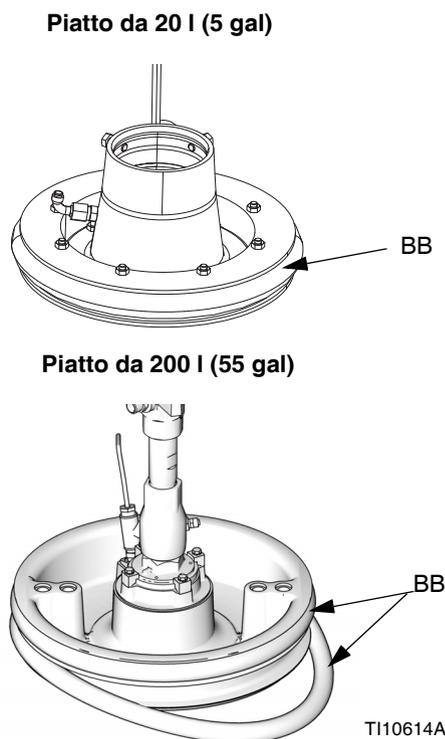

FIG. 42
1. Utilizzando uno strumento in legno o plastica per evitare danni al pulitore (BB), pulire tutto il materiale dalle scanalature della guarnizione.
2. Lavorando dal basso, inclinare un pulitore (BB) sulla parte posteriore del piatto (D). Vedere FIG. 42.
3. Inserire il pulitore (BB) nella scanalatura superiore e far scorrere la parte anteriore del pulitore nella scanalatura.
4. Se si utilizza un piatto da 200 l (55 gal), inserire il secondo pulitore (BB) nella scanalatura inferiore e far scorrere la parte anteriore del pulitore nella scanalatura.